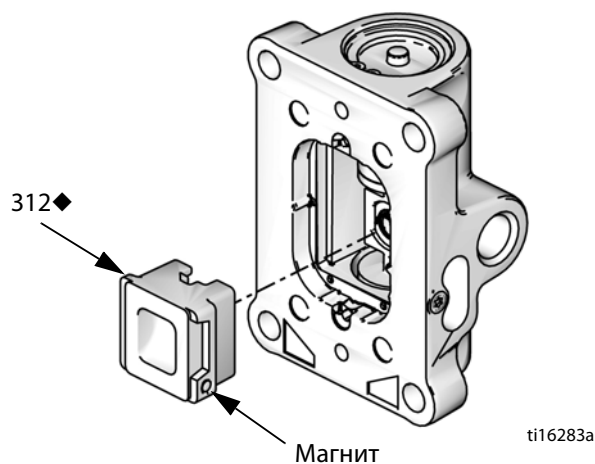

Рис. 11. Установка крышки воздушного клапана
7. Установите пружину (311♦). Нанесите смазку на наконечник воздушного клапана (312♦) и установите его на место. См. Рис. 11. Расположите маленький круглый магнит на одной линии с впускным отверстием для воздуха.